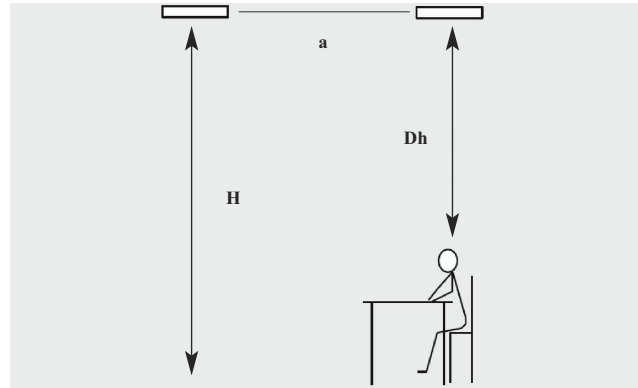

Fig. 2: Pozitionare verticala.
La instalarea panourilor distanta dintre unitati ar trebui sa nu fie mai mare decat inaltimea dintre unitate si podea, adica (a) ar trebui sa fie mai mica decat (H), vezi Fig.2. In camere folosite rar aceasta distanta poate fi mai mare. In camere folosite des distanta dintre panou si o persoana care sta la birou ar trebui sa fie macar 1,5 - 2 metri (Δh). Cand aceste doua conditii sunt indeplinite diferenta de temperatura de operare nu va depasi nivelul de confort $\Delta t_{op} = 5 \text{ }^\circ\text{C}$. Asta inseamna ca diferenta dintre temperatura reala si temperatura resimtita de catre o persoana nu va fi mai mare de $5 \text{ }^\circ\text{C}$.
Panourile se monteaza pe tavan, pe armaturi sau suspendate de tavan prin intermediul cablurilor sau lanturilor. Panourile sunt fabricate pentru instalare permanenta si trebuie montate orizontal. In locatii folosite frecvent, panoul trebuie montat la o inaltime de 1,5 - 2 metri deasupra capului, vezi Fig.2. Distanta dintre panouri nu trebuie sa fie mai mare decat distanta dintre panou si podea, adica "a" < "H", vezi Fig.2. Distantele minime de montaj sunt date in Fig.3. Bratarile de montaj pe tavan cat si suruburile se gasesc in cutia de conexiuni a panoului.